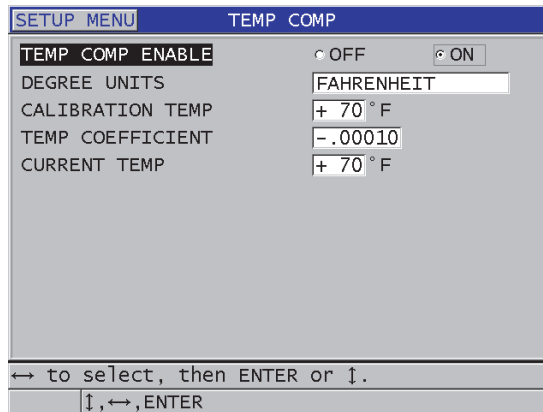

Figura 10-18 Pantalla COMPENSACIÓN TEMP. (TEMP COMP)
3. En la pantalla **COMPENSACIÓN TEMP.** (TEMP COMP) [ver Figura 10-18 en la página 189]:
- a) Determine el parámetro **HABILITAR COMP. TEMP.** (TEMP COMP ENABLE) a **ACTIVADO (ON)** para activar la función de compensación de temperatura.